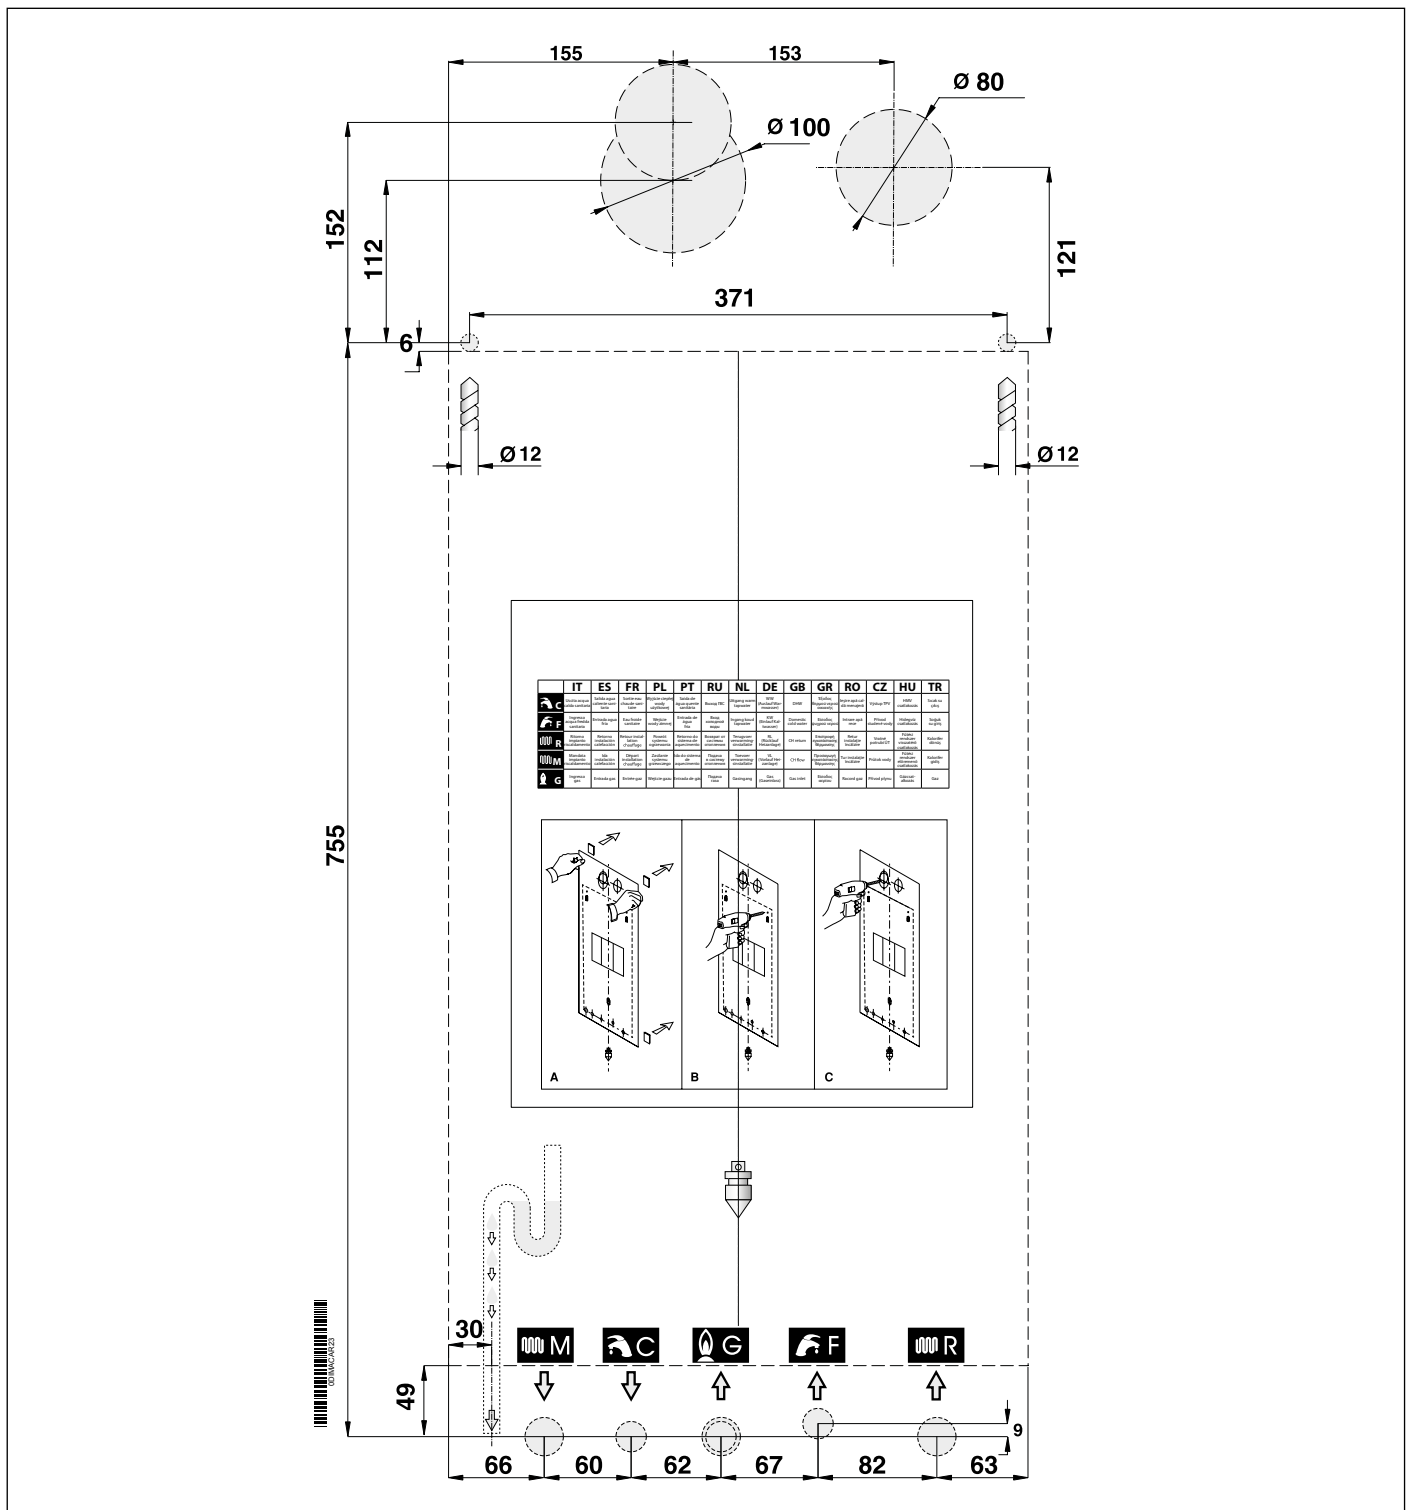

Fig. 9 Șablon de hârtie
- Șablon de montare a centralei pe perete (vezi Fig. 9 Șablon de hârtie).
Fiecare echipament este însoțit de un șablon de hârtie inclus în ambalaj (vezi Fig. 9 Șablon de hârtie).